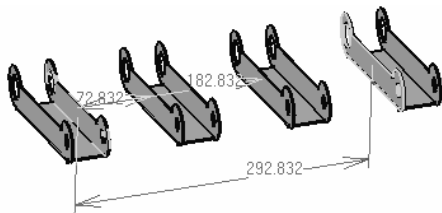

图 5-109
- 堆叠模式：允许用户重复使用选择的第一个面 (即用于创建第一个约束的面)，创建任意多个约束。例如，双击“偏移约束”图标以使它永久处于活动状态。首先创建两个元素之间的偏移约束。此时，第一个选择的元素仍呈橘黄色高亮显示，可接着选择另一个元素，则系统会自动创建第一个元素和此元素之间的偏移约束。以此类推，可以创建多个这样的约束，如图 5-109 所示。